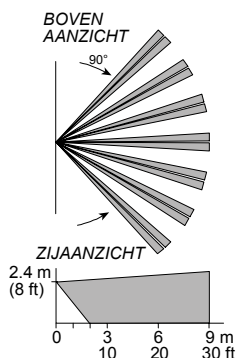

Fig 2. Dekkings patroon
- Zet de batterij in de batterijklem - let op de polariteit (zie Fig. 2).
- Opmerking:** Voor muur bevestiging gebruikt u de twee verlengde uitbreekpoortjes in het midden van de basis. Voor hoek montage gebruikt u twee tegenovergestelde uitbreekpoortjes op de hoeken van de basis. (Zie Fig. 2).